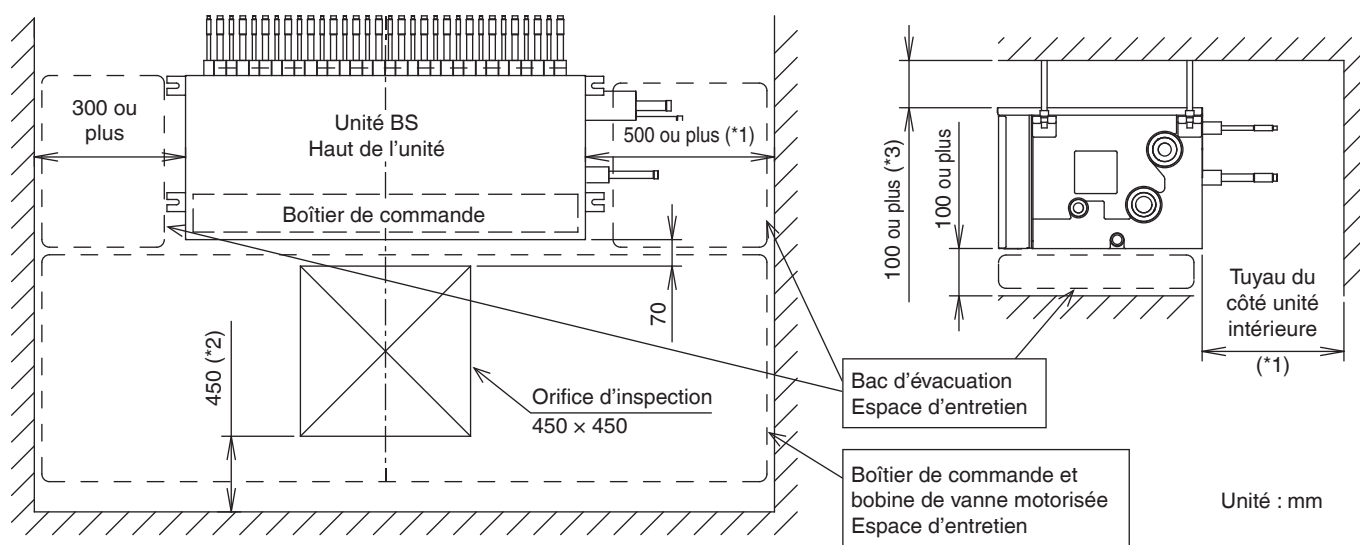

Fig. 1
- On doit disposer d'un espace suffisant pour effectuer les travaux d'installation et d'entretien (**Reportez-vous à la Fig. 1**).